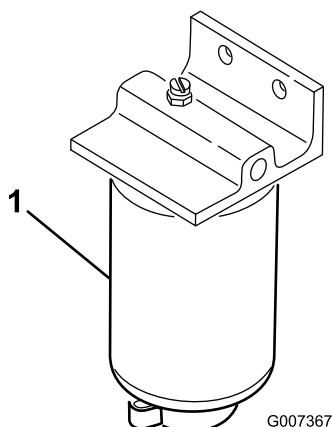

Figura 54
Spurgate ogni giorno l'acqua e altre sostanze contaminanti dal separatore di condensa (Figura 54). Sostituite la scatola del filtro ogni 400 ore di servizio.
2. Allentate il tappo di spurgo situato nella parte inferiore della scatola del filtro (Figura 54).